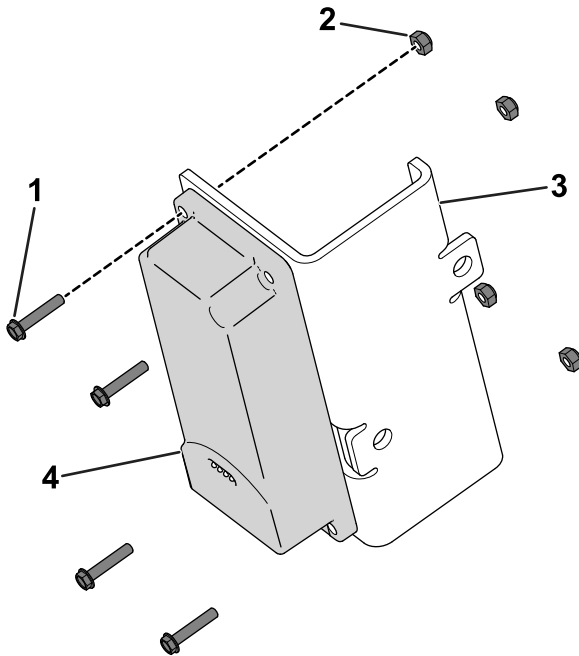

Figura 7
1. Utilizzate 4 bulloni a testa esagonale (n. 10 x 1") e 4 dadi di bloccaggio (n. 10) per fissare il dispositivo telematico alla staffa del dispositivo (Figura 7).